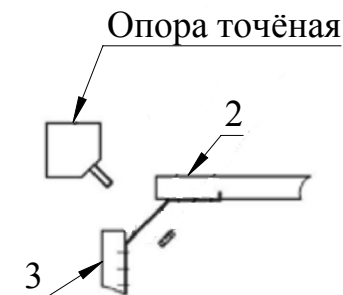

Рис.5
6. Опоры точёные объединить с деталями 1, 2, 3 через угловое крепление; притянуть гайками при помощи гаечного ключа (Рис. 5).